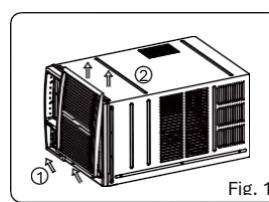

Fig. 1
2. Afferrare la parte inferiore del pannello frontale e tirarlo delicatamente verso l'esterno, quindi sollevarlo e rimuovere il pannello frontale (cfr. Fig. 1).